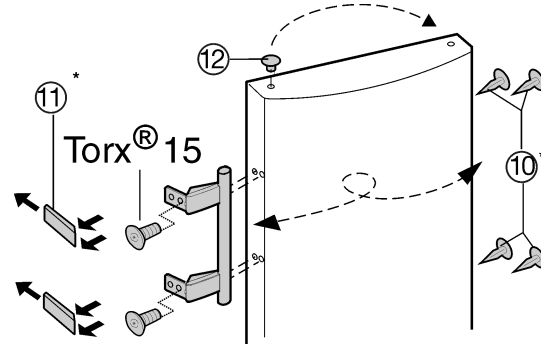

Fig. 8
- ▶ Enlever le bouchon *Fig. 8 (12)* du coussinet de la porte et le permuter de l'autre côté.
- ▶ Démonter la poignée de porte, le bouchon *Fig. 8 (10)* et les plaques d'appui *Fig. 8 (11)* puis les repositionner sur le côté opposé.